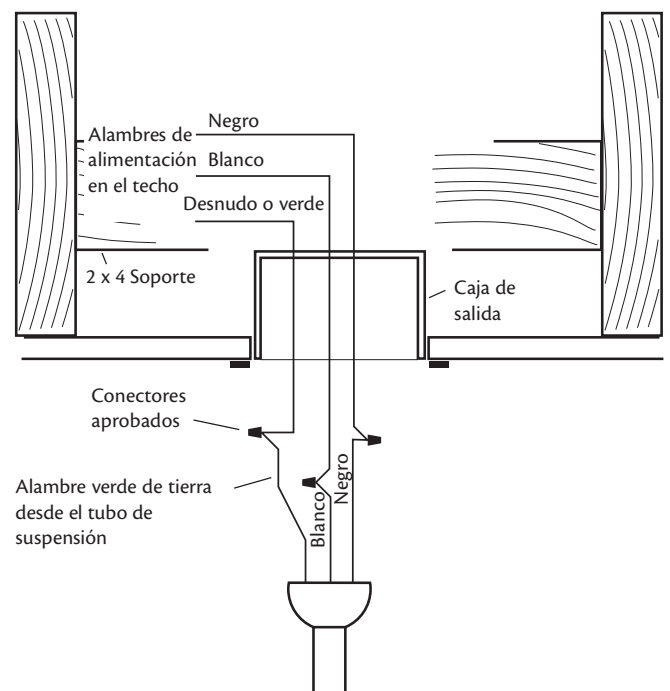

Figura 4a
2. Conecte los alambres como se muestra en la Figura 4a. Para conectar los alambres, retuerza unidos sus extremos pelados. Coloque un empalme plástico tipo tuerca sobre los extremos retorcidos y gírelo en el sentido de las agujas del reloj hasta que los extremos queden apretados.